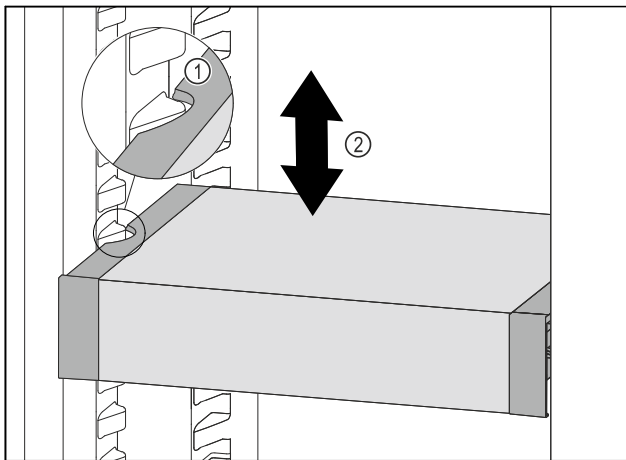

Fig. 106
- ▶ 向前移动 VarioSafe，直到 VarioSafe 两侧的凹槽与冷藏区中的容器肋梁持平。 Fig. 106 (1)
- ▶ 在冷藏区中向上或向下移动 VarioSafe，直至所需高度。 Fig. 106 (2)